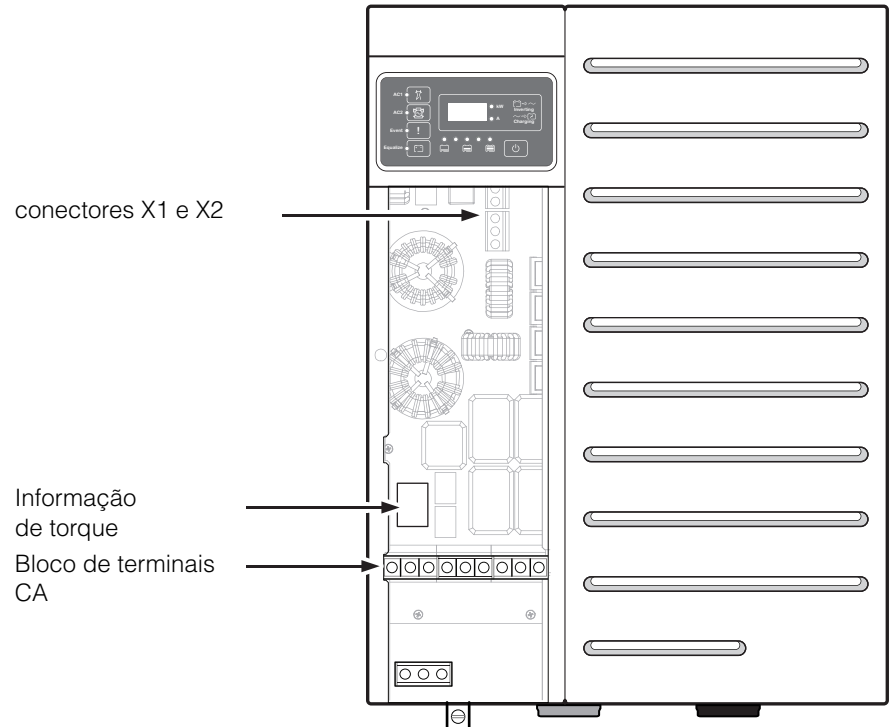

Figura C-3 Locais dos conectores.
1. Localize os conectores X1 e X2 (consulte Figura C-3).
5. Aperte todos os terminais com torque de 35 pol-lb. (4,0 N-m) de acordo com as informações de torque impressas no quadro da CA. Consulte a Figura C-3 para obter a localização das informações de torque.
1. Localize os conectores AC2 (Ger) AC1 (Rede) e carga (consulte a Figura C-3 na página C-7).
4. Aperte todos os terminais conforme as informações de torque impressas no quadro da CA. Consulte a Figura C-3 na página C-7 para obter a localização das informações de torque.